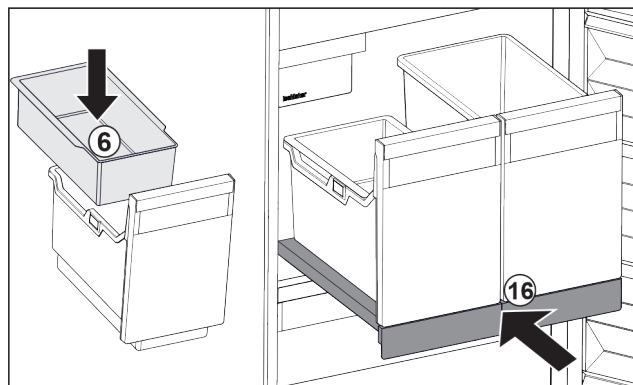

Fig. 41
- Inserire la vaschetta da agganciare Fig. 41 (6) per i cubetti di ghiaccio.
- Inserire il ripiano estraibile con il contenitore (IceTower). Fig. 41 (16)